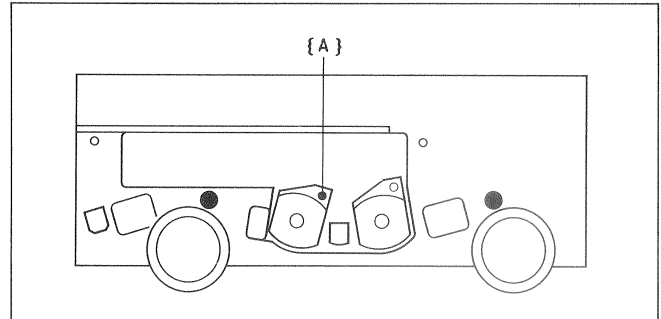

Fig.5.15
-> Fig.5.15/5.16
4. Die weiteren Einstell- und Messvorgaenge sind analog dem Kapitel 5.2.2, Abschnitt B durchzufuehren (anstelle Azimuth-Einstellknopf, Spaltjustierschraube A, Fig.5.15).